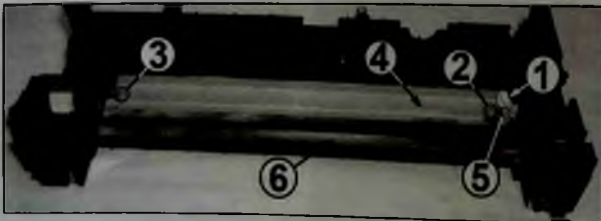

Рис. 48
9. Запоминают положение правого бушинга (1 на рис. 48) и правой пружины прижима вала заряда к фотобарабану, расположенной за ним. Освобождают фиксатор правого бушинга, перемещают бушинг к себе и снимают его с узла в сборе с пружиной.
10. Откручивают два самореза (2 и 3 на рис. 48) крепления чистящего лезвия (4). Перемещают правую сторону чистящего лезвия вверх, до выхода ориентирующего выступа (5) из паза на металлическом основании, затем перемещают чистящее лезвие в правую сторону и снимают его с узла. При снятии (установке) чистящее лезвие удерживают за металлическое основание и исключают повреждение уплотняющего лезвия (6 на рис. 48) бункера отработки.